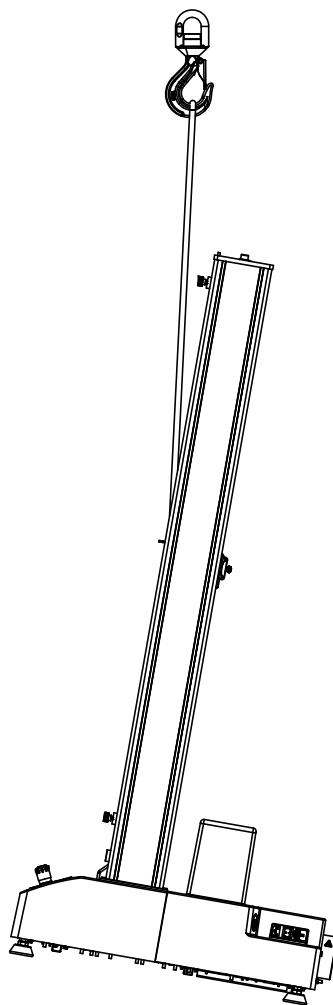

图 12. 使用起重机提升机架
1. 将吊带连接至横梁并固定至起重机吊钩，以使吊带从横梁的正面垂直延伸，如第 54 页图 12 中所示。如果您使用链条替代提升吊带，请用保护材料将横梁包起来，以保护横梁不会被刮擦和损坏。